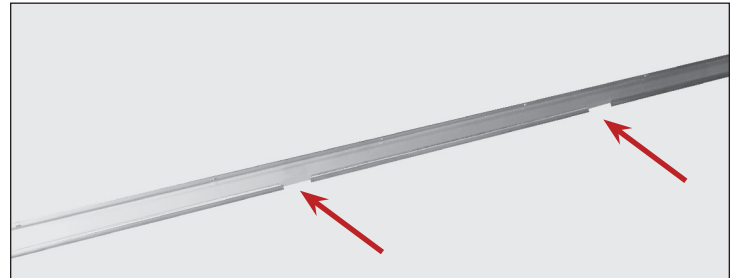

Fig. 1. Ouvertures du canal de la porte (appareils à deux portes UNIQUEMENT).
2. Après le centrage, soulevez la porte et inclinez le haut de la porte vers l'arrière jusqu'à ce que les galets soient sortis du canal supérieur. Ensuite, faites pivoter le bas de la porte hors du canal inférieur. Voir fig. 1.